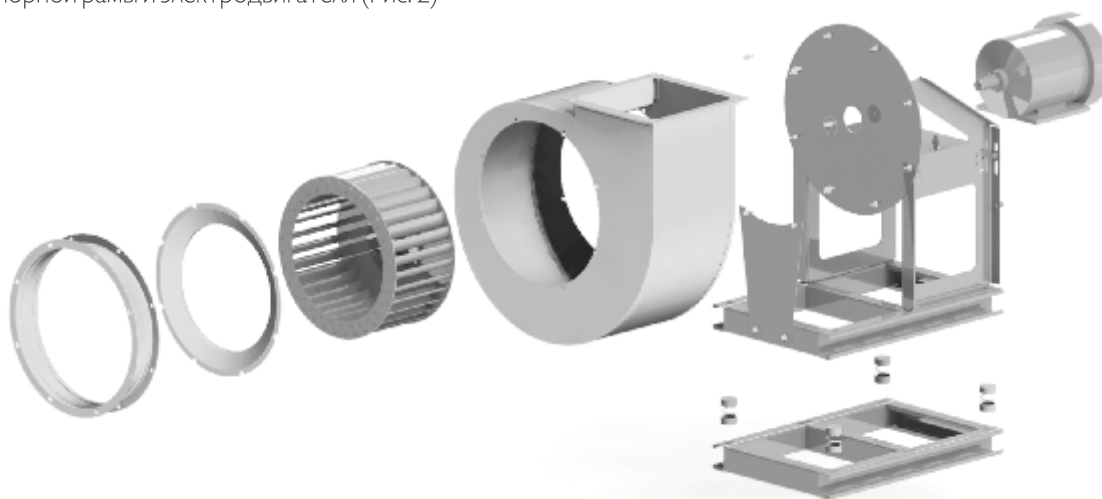

Рис. 2 Устройство и основные элементы радиального вентилятора
- опорной рамы и электродвигателя (Рис. 2)